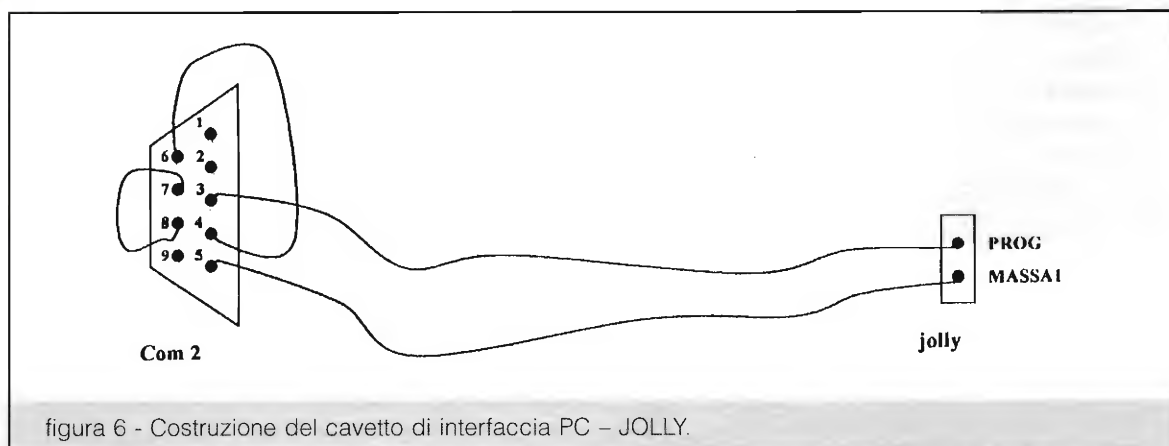

figura 6 - Costruzione del cavetto di interfaccia PC - JOLLY.
Esistono due soli fili di collegamento di cui uno è la massa: da un lato (JOLLY) questi fili fanno capo ai terminali PROG e MASSA1, dall'altro (PC) ai pin 3 (TX) e 5 (MASSA) del connettore COM2 a 9 pin; riporto, comunque, in figura 6 le connessioni in dettaglio.